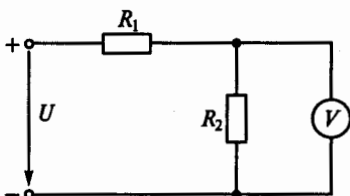

Рис. 162
**5.6.Р.** В электрической цепи, показанной на рис. 162,  $U = 100 \text{ В}$ ,  $R_1 = 10000 \text{ Ом}$ ,  $R_2 = 30000 \text{ Ом}$ . Для измерения напряжения был использован вольтметр со шкалой на 100 В, сопротивление которого 30000 Ом, а класс точности 0,5. Какова абсолютная погрешность измерения напряжения?